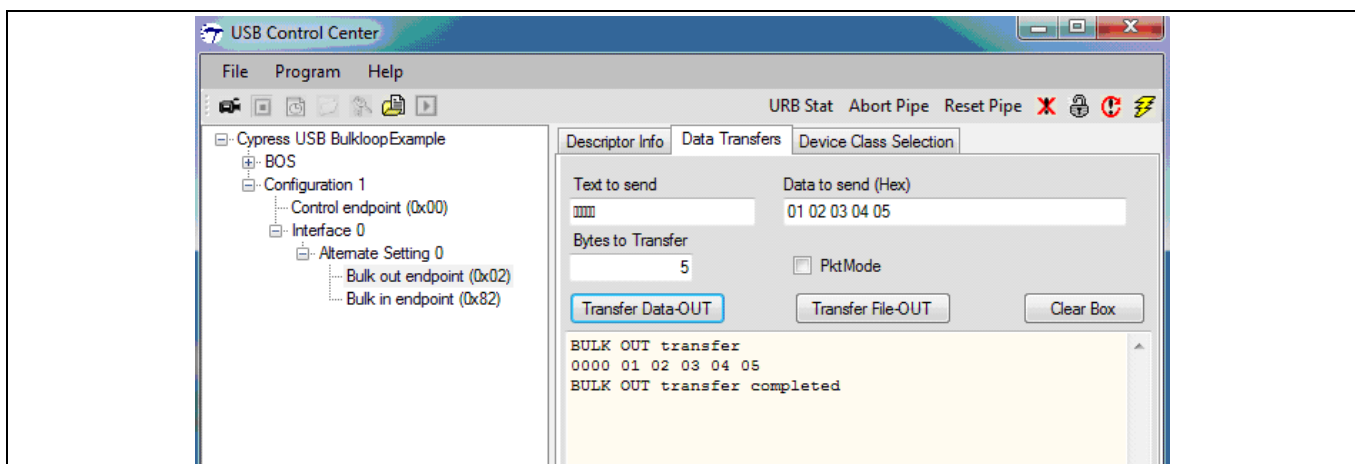

Figure 24 BULK OUT 転送
1. 「Cypress USB Bulkloop Example」エントリ下のすべてのサブフィールドを拡張します。8.1.1 で説明したようにファームウェアを修正してビルドした場合、BULK EP2 OUT と BULK EP 2 IN が「Interface 0」の「Alternate Setting 0」の下に表示されます (**Figure 24**)。
2. BULK OUT 転送を実行するために、**Data Transfers** タブをクリックし、左側のペインで **BULK out endpoint (0x02)** を選択します。**Bytes to Transfer** フィールドに転送バイト数を入力し、**Data to send (Hex)** フィールドに転送データを入力します。コントロールセンターは自動的に 16 進数の 2 桁ごとにスペースを挿入します。**Transfer Data-OUT** をクリックします。**Figure 24** に、BULK OUT エンドポイント (0x02) への 5 バイトの転送を示します。